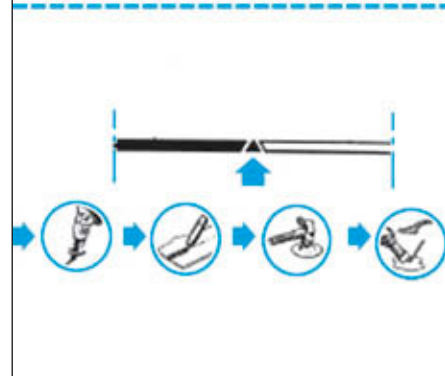

FIG.31
- Tracer puis découper le pied avant de cabine (Fig.30), (Fig.31), (Fig.32) et (Fig.33).
- Ajuster et positionner le pied avant de cabine (Fig.30), (Fig.31), (Fig.32) et (Fig.33).
- Contrôler l'ajustage du pied avant de cabine (Fig.30), (Fig.31), (Fig.32) et (Fig.33).